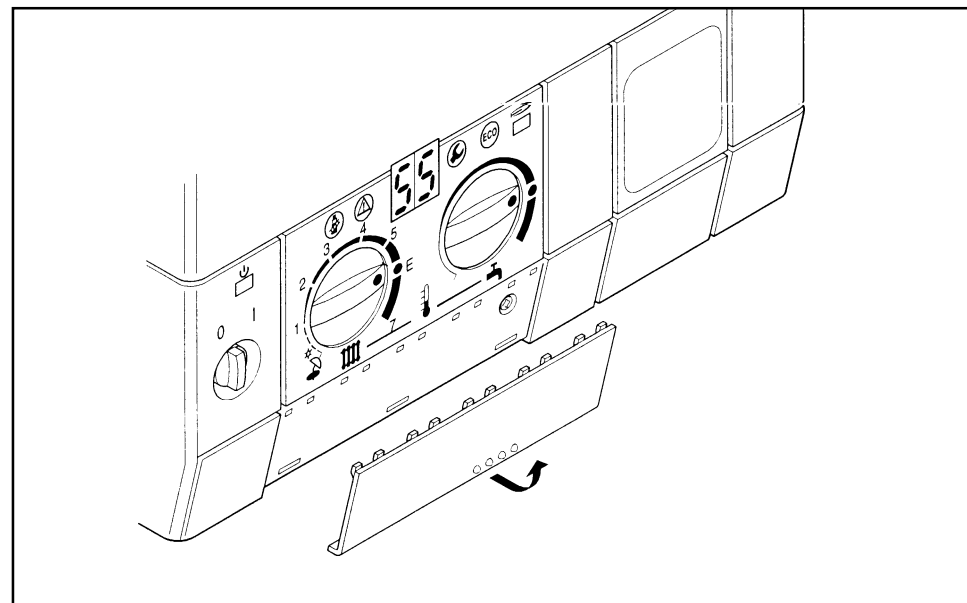
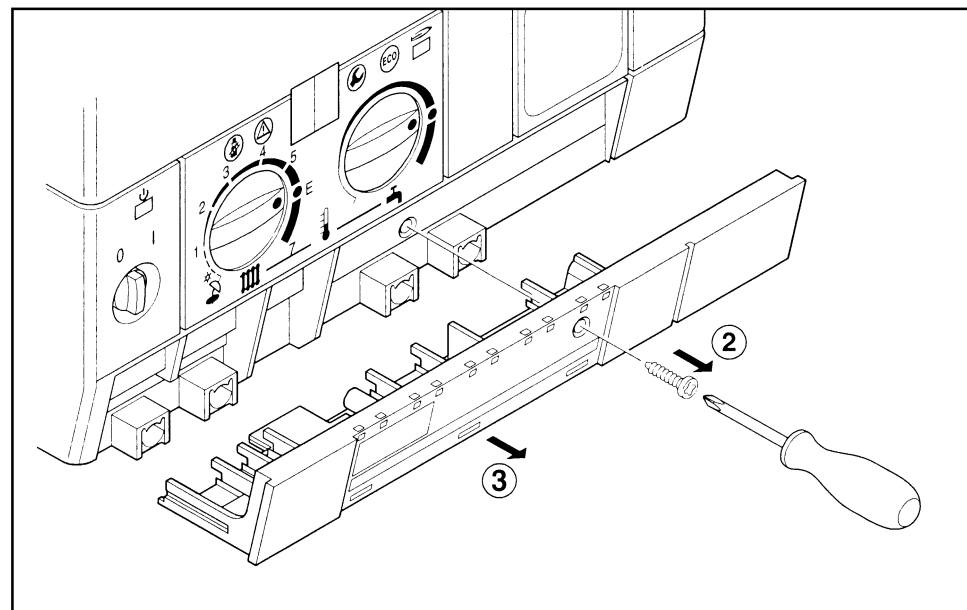

Рис.3 Снять нижнюю крышку (1).
Рис.4 Выкрутить шуруп (2) и снять крышку (3).
- Крышку (рис. 4) и крышку (рис. 3) установить снова на свои места.